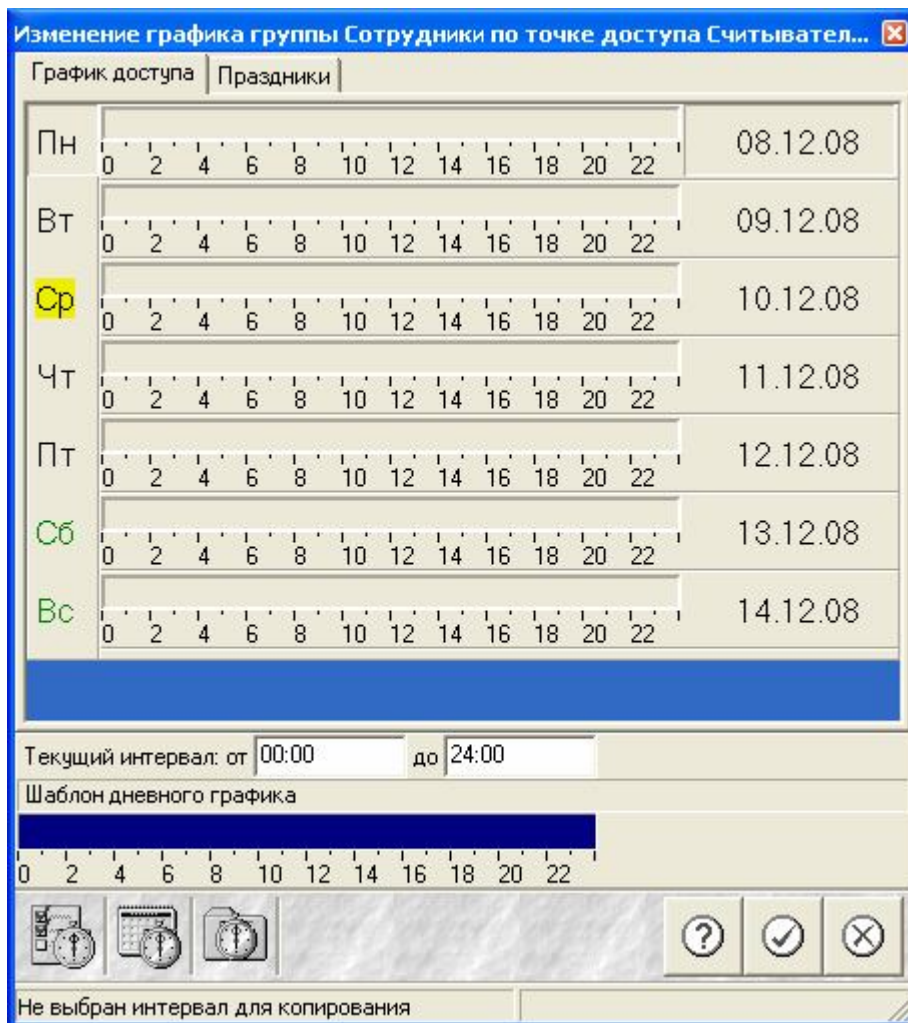

Рис. 13
- во все дни недели добавить интервалы с 0.00 до 24.00 (рис. 13);